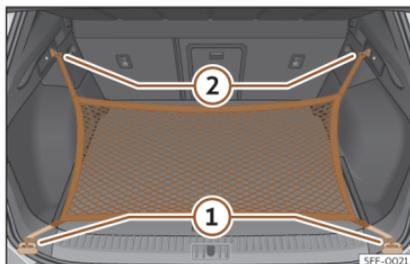

Fig. 119 Nel bagagliaio: occhielli ① e ganci ② per il fissaggio della borsa rete.
- Fissare i ganci corti della rete agli occhielli di ancoraggio»» **fig. 119** ① »» ⚠. La cerniera della tasca dev'essere rivolta verso l'alto.
- Fissare le cinghie nei ganci per appendere borse ②